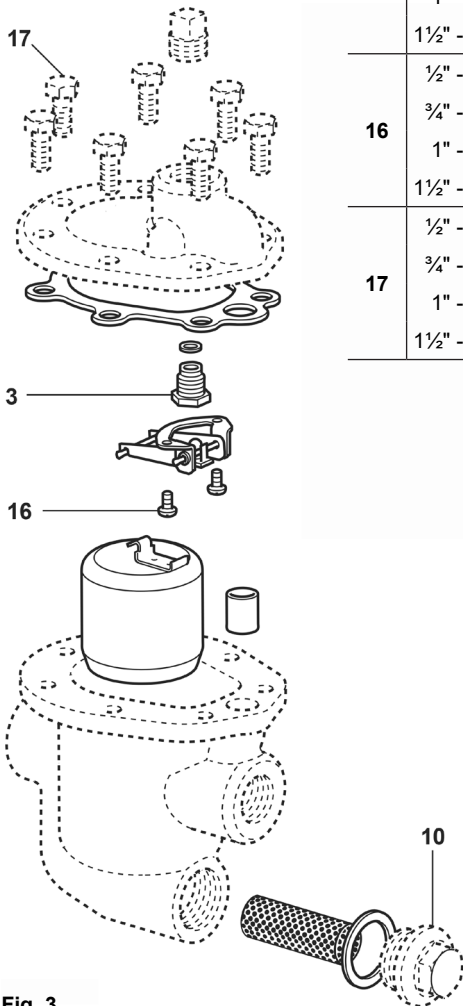

Fig. 3
6.2 Come sostituire il gruppo otturatore e sede (Fig. 3):
- Svitare le viti del coperchio (17) e togliere coperchio e guarnizione (12) dal corpo.
- Sganciare il secchiello (8) dalla leva di azionamento dell'otturatore (5).
- Smontare il supporto dell'otturatore (6) svitando le due viti (16).
- Smontare la sede (3) dal coperchio.
- Collocare sul corpo la nuova guarnizione coperchio e montare il coperchio, accertandosi che la bussola (7) sia posizionata in modo corretto. Serrare le viti del coperchio con la coppia consigliata in Tabella 1.
6.3 Come pulire / sostituire l'elemento filtrante del filtro (Fig. 3):
- Svitare il tappo del filtro (10) e togliere l'elemento filtrante (9) e la guarnizione (11).